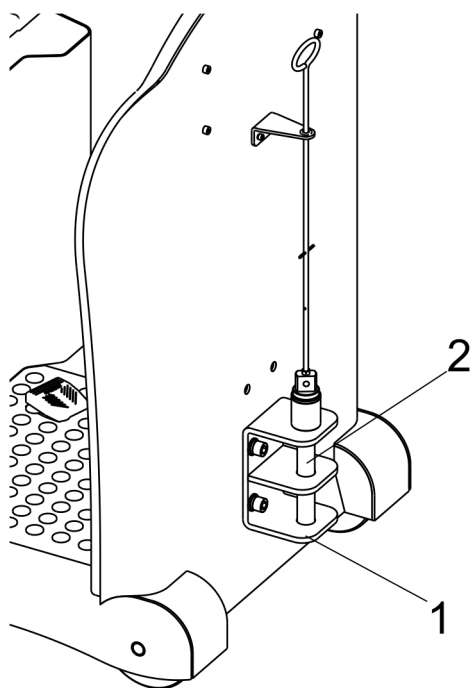

图 19 连接拖车
- 将插销（图 19 中 2）从挂钩（图 19 中 1）中向上拔出；